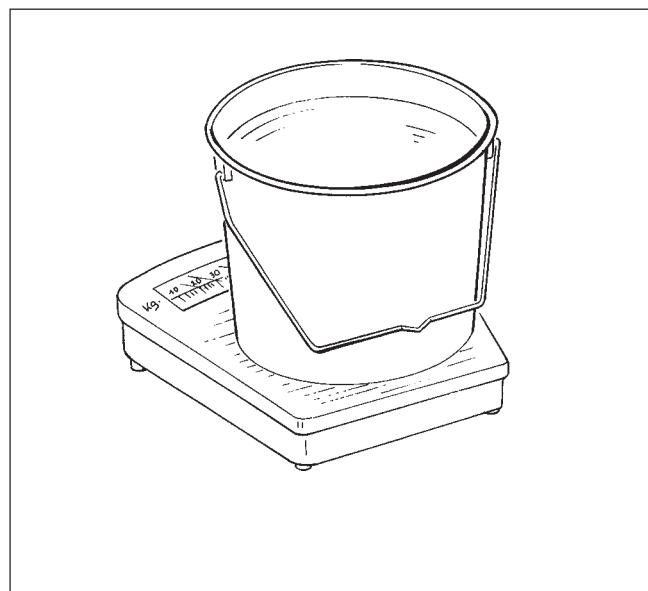

Рис. 8.8
- Посевной материал, который попал в лоток во время проверки взвешивают (Рис.8.8) и умножают на коэффициент "40" (при 1/40 га) и на коэффициент "10" (при 1/10 га).